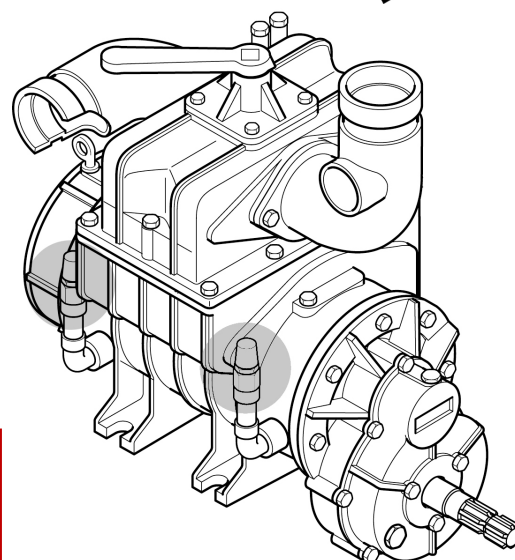

Рис. 1
- Они охлаждаются воздухом и не предназначены для непрерывных работ. Мод. PNE и мод. PNR, последняя поставляется с системой впуска воздуха (рис. 1) и предназначена для работ в тяжелом режиме, не работают при температуре более 150°C (300°F), измеренной не более чем 150 мм от выпускных отверстий.